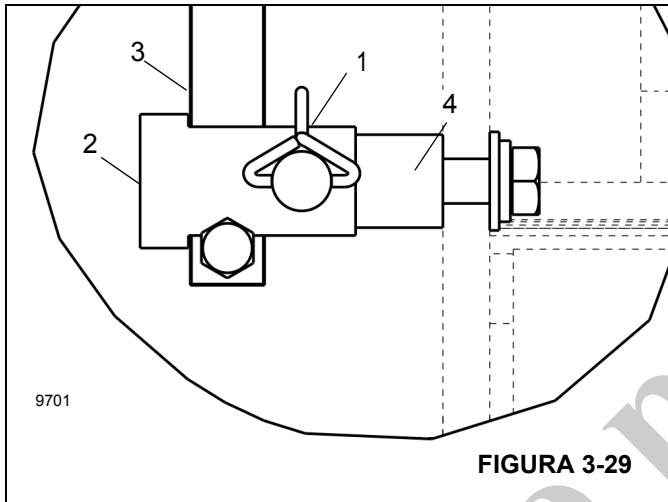

FIGURA 3-29
2. Retire la pinza del pasador de seguridad (1, Figura 3-29). Retire el pasador.
3. Retire el buje (2) del mástil del anemómetro (3) y del retenedor de varilla (4).
4. Retire el mástil del anemómetro (3) del retenedor de varilla (4).
5. Instale el buje (2) y el pasador de seguridad (1) en el retenedor de varilla (4).
2. Instale el mástil del anemómetro (3, Figura 3-29) en el retenedor de varilla (4).
3. Instale el buje (2) en el mástil (3) y en el retenedor de varilla (4). Alinee el buje y los agujeros del retenedor de modo que el pasador de seguridad pueda instalarse.
4. Instale el pasador de seguridad (1) en el buje (2) y en los agujeros del retenedor (4). Fije el pasador (1) con la pinza de seguridad.